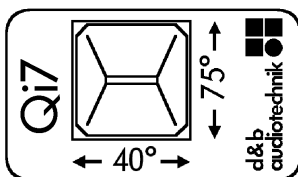

Fig. 11: Hornabstrahlwinkel
3. Drehen Sie das Horn um 90° nach rechts (entsprechend dem Label - Fig. 11).